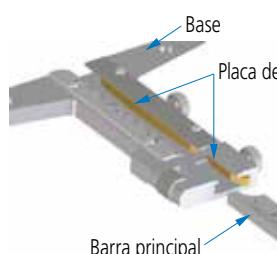

Fig. 1
2. Mueva la base completamente a lo largo de la barra principal para verificar si el control deslizante se mueve suavemente sin atascarse. En este momento, tenga cuidado ya que la escala principal tipo vernier puede separarse de la base. (**Fig. 1**).